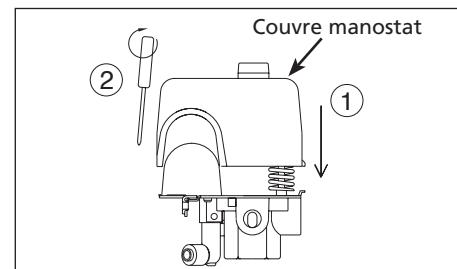

Figure 5
- Installez le couvre-manostat sur le corps du manostat (Voir Figure 5).